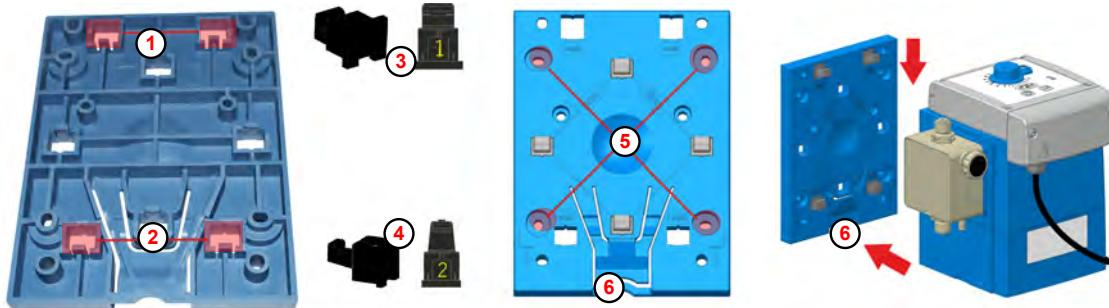

Fig. 5: Predisposizioni per il montaggio a parete
Le aperture per il montaggio a parete (Fig. 5, ① e/o ②) sono contrassegnate con il numero 2 sul lato inferiore della piastra di montaggio.